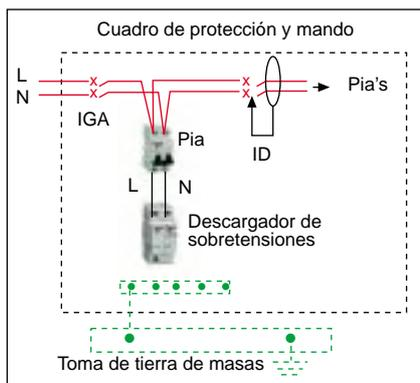

Figura 5. Descargador de sobretensiones en modo común en el cuadro general de protección y mando.
Se le suele colocar un PIA en serie para, en el caso de que se destruya, no dejar la instalación en cortocircuito. En el cuadro de protección y mando de una vivienda se colocaría entre el Interruptor General Automático (IGA) y el Interruptor Diferencial (ID), en modo común, como se observa en la figura 5.